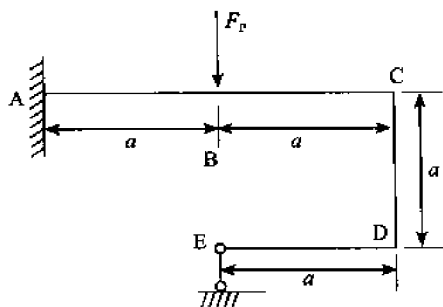

图 10-41
2. 刚架受力如图 10-41 所示。各杆的 EI 相同,试求最大弯矩及其发生的位置。